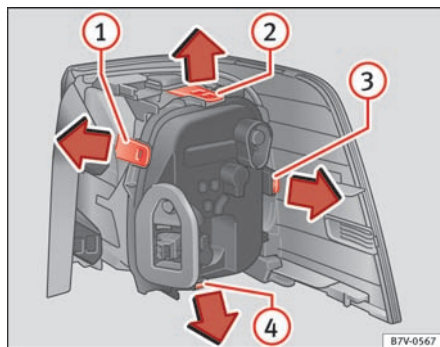

Fig. 209 Baglygte i karrosseriet: Sådan afmonteres pæreholderen. ① til ④: låsetapper
9.	Tryk låsetapperne ⇒ Fig. 209 ① til ④ i pilens retning for at løsne pæreholderen.